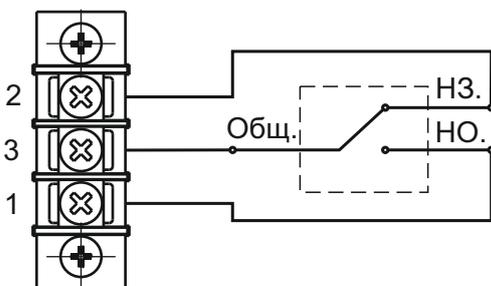

Рис. 3
4.3.4 Электрическая схема датчика приведена на рис. 3.
4.3.11 Зафиксируйте провода в соответствующих гнездах согласно схеме подключения (см. рис. 3). Неизолированные участки проводов не должны касаться металлических деталей датчика, а также пересекаться между собой.